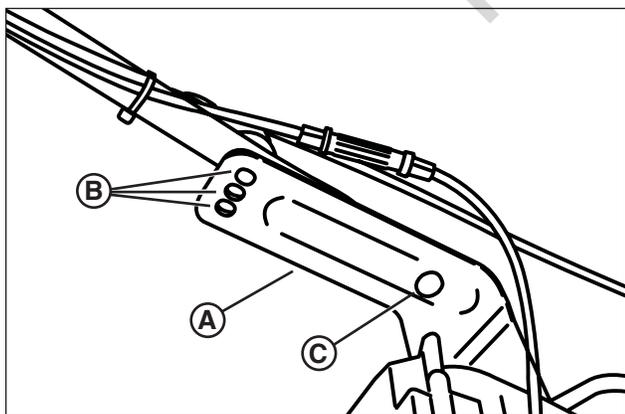

Figure 8: Réglage de la hauteur de poignée
1. Retirer les boutons de poignée, les rondelles et les boulons de transport de la poignée inférieure (A, Figure 8).
**REMARQUE :** Ne pas retirer la partie inférieure de la visserie de poignée (C).
2. Aligner l'assemblage de poignée sur l'un des trois trous de réglage de hauteur de poignée (B).